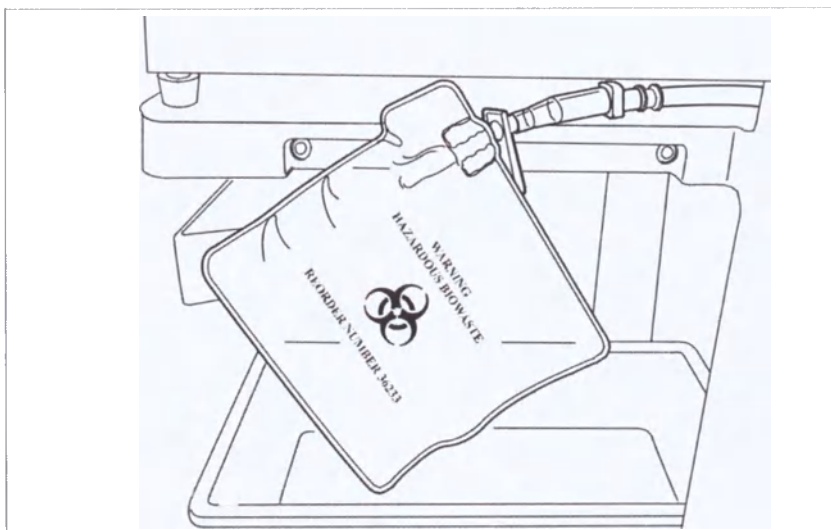

Рисунок 3-2. Мешок для биологически опасных отходов свисает с полка
- Проверьте отсутствие перекручиваний и загибов трубок, после чего оставьте мешок вместе с трубкой висящим на трубке слива (см. Рисунок 3-2).